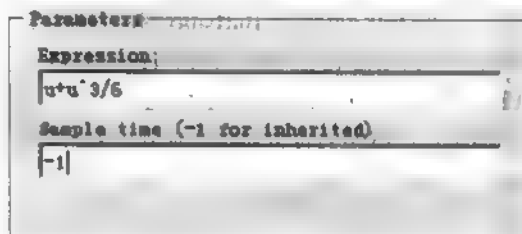

图 10.6 模块 Fcn 模块设置
- 其中模块 Fcn 设置：Expression: $u + u^3/6$ ，如图 10.6 所示。